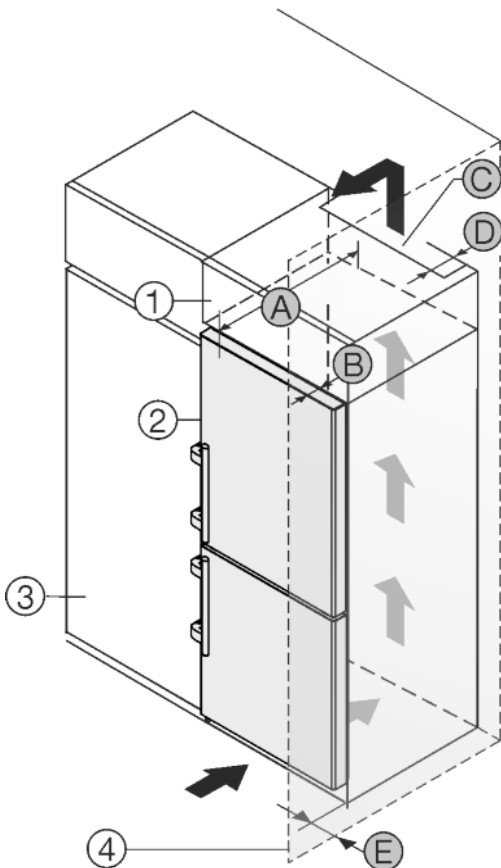

Fig. 26
Das Gerät kann mit Küchenschränken umbaut werden. Um das Gerät Fig. 26 (2) der Küchenzeilenhöhe anzugleichen, kann über dem Gerät ein Aufsatzschrank Fig. 26 (1) angebracht werden.
Das Gerät kann direkt neben dem Küchenschrank Fig. 26 (3) aufgestellt werden. Um die Türe vollständig öffnen zu können, muss das Gerät um die Tiefe Fig. 26 (B) gegenüber der Küchenschrankfront vorstehen. Abhängig von der Tiefe der Küchenschränke und Verwendung von Wandabstandhaltern kann das Gerät weiter herausragen.
- An der Rückseite des Aufsatzschrankes muss ein Abluftschacht mit der Tiefe Fig. 26 (D) über die gesamte Aufsatzschrankbreite vorhanden sein.
- Unter der Raumdecke muss der Entlüftungsquerschnitt Fig. 26 (C) eingehalten werden.
Wenn das Gerät mit den Scharnieren neben einer Wand Fig. 26 (4) aufgestellt wird, muss der Abstand Fig. 26 (E) zwischen Gerät und Wand eingehalten werden. Dies entspricht dem Griffüberstand bei geöffneter Tür.